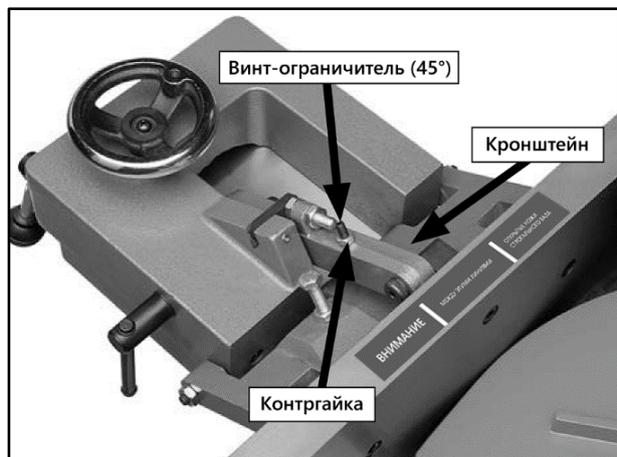

Рисунок 50.
- При помощи малки установите параллельный упор под углом 45 градусов (рис. 49). Открутите контргайку (рис. 50).